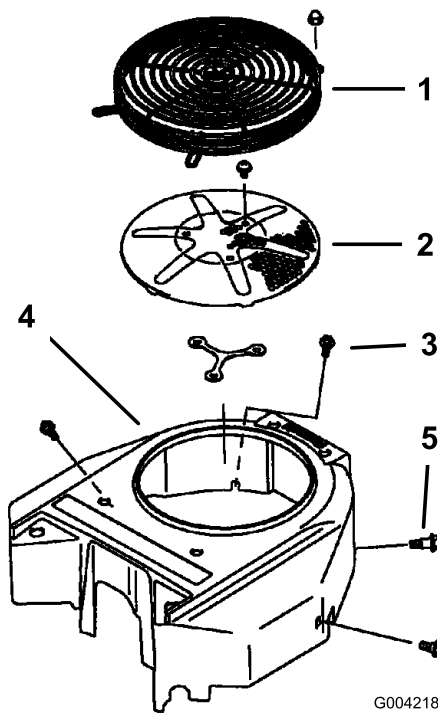

Figure 70
Avant chaque utilisation, enlevez l'herbe, les saletés et autres débris éventuellement accumulés sur la grille du moteur. Cela permet d'assurer un refroidissement et un régime moteur corrects, et réduit les risques de surchauffe et de dommages mécaniques du moteur (Figure 70).
3. Retirez la grille d'entrée d'air, le lanceur et le carter du ventilateur (Figure 70).
5. Reposez la grille d'entrée d'air, le lanceur et le carter du ventilateur (Figure 70).